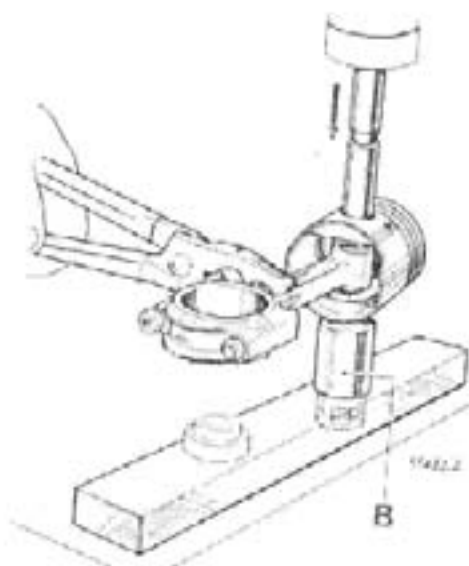

fig. 22 — prensagem do pino do êmbolo na biela - típico
5. Colocar com um alicate todo o conjunto sobre a luva (B) da base de montagem (fig. 22) assegurando-se que a superfície plana do êmbolo está apoiada sobre o ressalto da luva (B).
6. Acionar a prensa até o pino centralizador (2) encostar no fundo da luva de colocação (B).